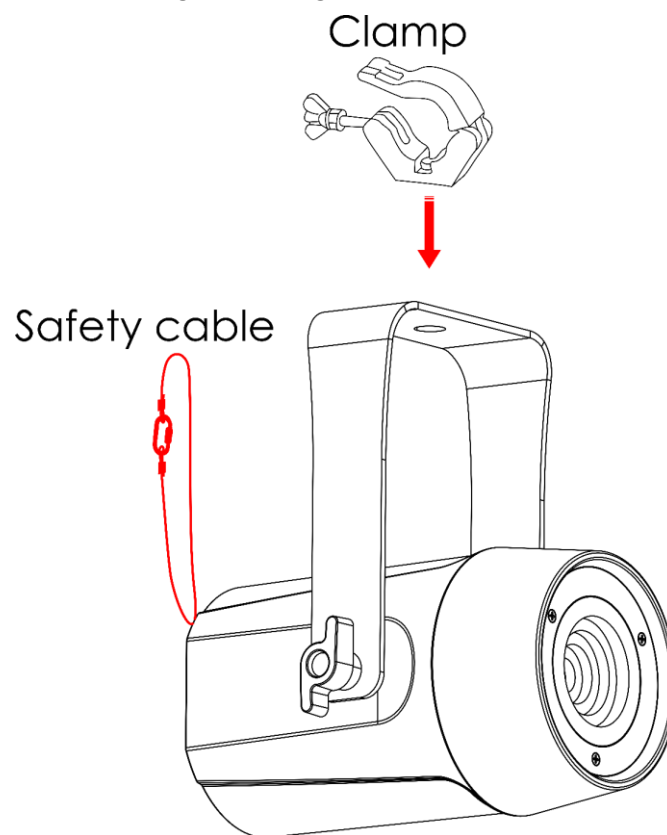

Fig. 05
- 01) Utilice una abrazadera para montar el dispositivo en la estructura de soporte como se muestra en la Fig. 05. Asegúrese de que el dispositivo no puede moverse libremente.
- 02) Asegure el dispositivo con una suspensión secundaria; por ejemplo, con un cable de seguridad. Compruebe que la suspensión secundaria puede soportar 10 veces el peso del dispositivo. Si es posible, la suspensión secundaria debe fijarse a una estructura de soporte independiente de la suspensión primaria. Pase el cable de seguridad por la **argolla de seguridad (07)**, tal y como se muestra en la Fig. 05.